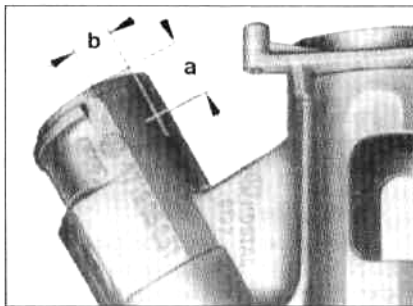

Рис. 10.27 Место для сверления, чтобы снять цилиндр замка (Глава 18)
- 5 Чтобы снять цилиндр замка, необходимо просверлить отверстие диаметром 3 мм в кожухе, как показано на Рис. 10.27, вытолкнуть крепежный штифт и снять цилиндр замка.